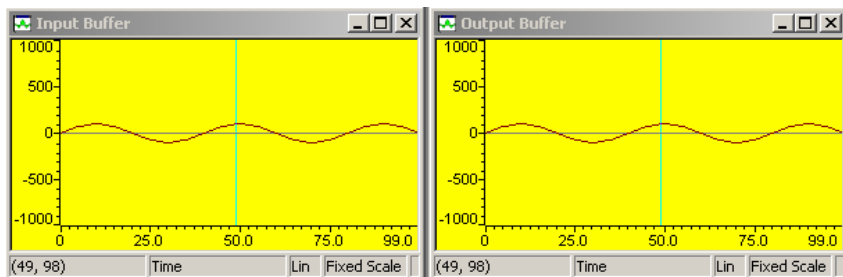

图 5.29 Gain=1 时的输入/输出图形显示
(1) 在 volume.c 窗口, 将光标放在 dataIO 行上。
(2) 在该行上同时设置一个断点和一个 Probe Point, 这使得程序在只中断一次的情况下执行两个操作: 传送数据和更新图形显示。
(3) 重新组织窗口以便能同时看到两个图形窗口。
(4) 在 Debug 菜单单击 Animate。此命令将运行程序, 碰到断点后临时中断程序运行, 更新窗口显示, 然后继续执行程序。与 Run 不同的是, Animate 会继续执行程序直到碰到下一个断点。只有人为干预时, 程序才会真正中止运行。可以将 Animate 命令理解为一个“运行→中断→继续”的操作。
(5) 每次碰到 Probe Point 时, CCS 将从 sine.dat 文件读取 100 个样值, 并将其写至输入缓冲 inp_buffer。由于 sine.dat 文件保存的是 40 个采样值的正弦波形数据, 因此每个波形包括 2.5 个 sin 周期波形, 如图 5.29 所示。
(6) 选择“Debug→Halt(调试→停止)”, 停止程序运行。